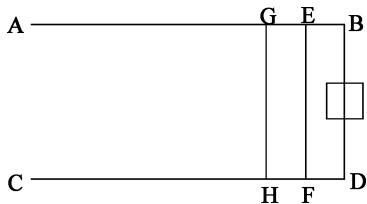

图 15-58 绘制四边形
(3) 绘制四边形。单击“默认”选项卡“绘图”面板中的“多边形”按钮, 输入边数为4, 在对象捕捉绘图方式下, 捕捉直线 BD 的中点为四边形的中心, 输入内接圆的半径为16, 绘制的四边形如图 15-58 所示。